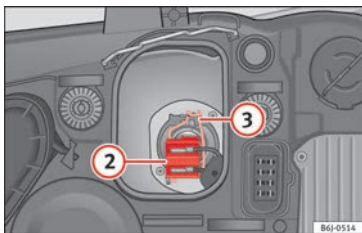

Fig. 100 Feux de croisement.
- Retirez le connecteur » fig. 100 ② de l'ampoule.
- Décrochez le ressort entrebâilleur » fig. 100 ③ en le pressant vers l'intérieur et vers la droite.